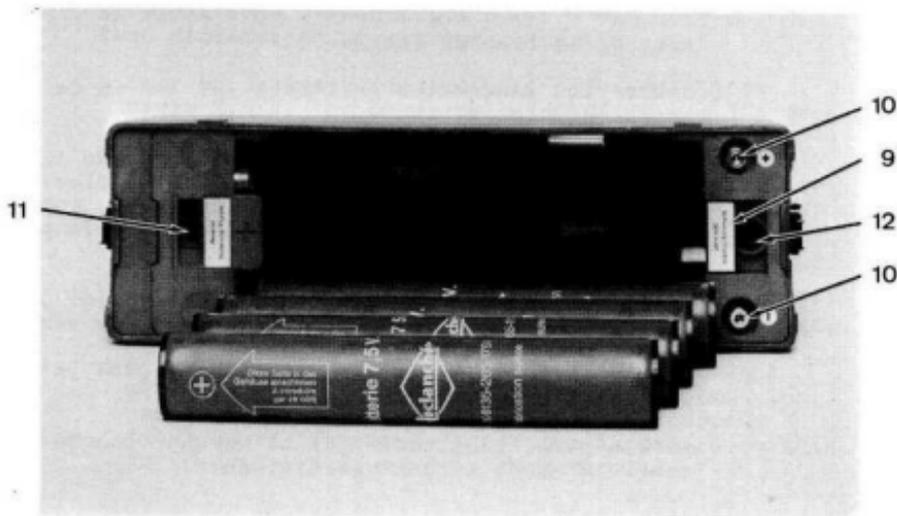

Figure 10: Compartiment piles pour la réception de piles standards 7,5 V
Un fusible embrochable (800 mA lent), dans le compartiment piles (12 dans la figure 10 page 23), protège les piles contre les courts-circuits. L'on peut l'atteindre lorsque le curseur noir (9), fixant les piles, se trouve sur la position piles. Dans la partie opposée au compartiment piles se trouve un fusible de rechange (11).
Lorsque le bloc de fixation des piles se trouve avec le signe "+" (2) en position pour la réception de piles standards 7,5 V (figure 10), c'est-à-dire lorsque la marque blanche n'est pas visible, alors procédez comme suit:
- Dévisser les deux vis (1) de la paroi du compartiment piles
- Retirer le bloc de retenue (2)
- Casser les languettes perforées (3) (19 mm de large) du bloc de retenue
- Placer le bloc de retenue (2) dans le guide latéral (4) afin que la partie dorsale (5) affleure le bord intérieur de la partie étroite (6) du compartiment piles (comme le bloc de retenue de la partie opposée)
- Déplacer les deux écrous (7) dans leur guide jusqu'à ce qu'ils correspondent aux trous des vis (1)
- Sur la paroi longitudinale, la marque blanche (8) (env. 19 mm de large) est visible.